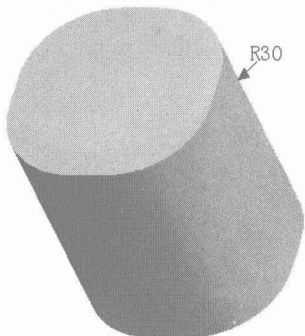

图1-22
2. 对实体边倒圆角, 如图 1-22 所示, 对实体模型侧面拔模, 如图 1-23 所示。